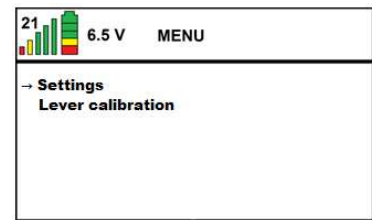

Figure: 15
- Allumez la télécommande et activez le menu de la télécommande en appuyant sur la touche (✓). (Voir Figure 15).